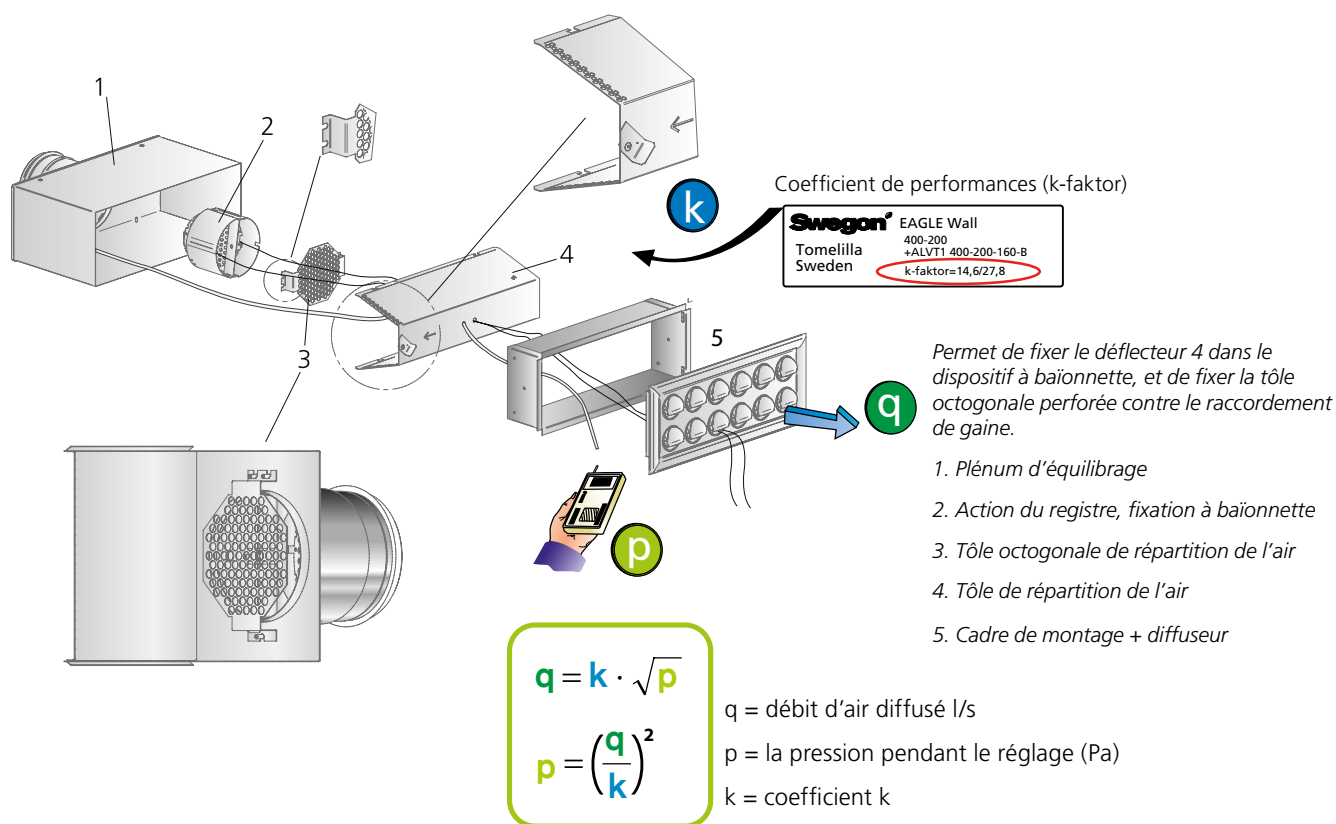

Figure 1. Installation. Équilibrage.
Voir Figure 1.
4. Le montage et démontage des composants sont illustrés à la Figure 1.
Si nécessaire, nettoyer le diffuseur à l'eau tiède additionnée de détergent pour vaisselle, ou à l'aspirateur avec accessoire brosse. Pour accéder aux conduits, déposer la section diffuseur et le déflecteur acoustique, orienter les disques vers le côté et déposer le registre par pivotement. Voir Figure 1.